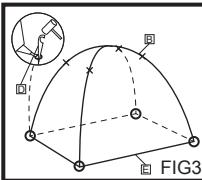

FIG3
- Couvrez maintenant la tente avec l'extérieur de la tente <A> et accrochez les 4 boucles. (FIG3)
- Sécurisez la tente en poussant les piquets de la tente <D> dans les boucles du sol. (FIG3)